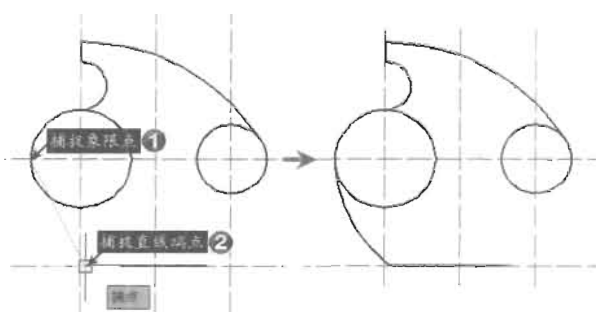

图 3-98
(12) 单击“绘图”工具栏中的“圆弧”按钮, 以“起点、端点、半径”的方式绘制一个半圆弧, 如图 3-98 所示, 命令执行过程如下。